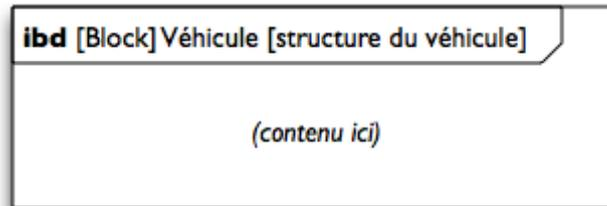

Figure 4 : Un exemple de cadre et d'en-tête d'un diagramme SysML
- La représentation du contenu d'une boîte s'appelle un **diagramme SysML**. Les diagrammes, tout comme les boîtes qu'ils représentent, possèdent des types qui déterminent la nature de l'information que l'on y trouve (structurelle, comportementale...) ; il en existe neuf. Chaque diagramme est obligatoirement dessiné dans un cadre muni d'un en-tête qui précise son type, suivi du type et du nom de la boîte représentée, et enfin d'une description libre (figure 4).